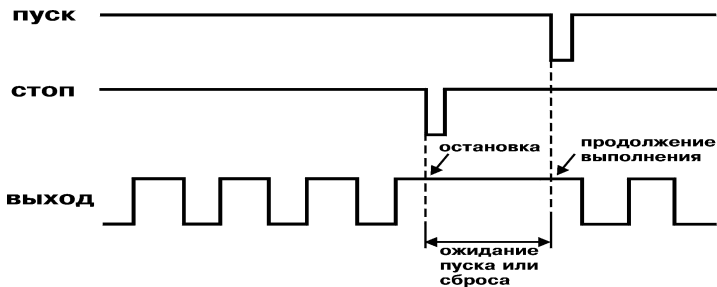

Рис. 7
3.1.3.3. Поступление сигнала «**Стоп**» останавливает выполнение программы. При этом выходное устройство остается в том состоянии, в котором оно было в момент прихода сигнала "Стоп". Выполнение программы продолжается после поступления сигнала «**Пуск**», если отсутствует активный уровень на входе «**Стоп**» (рис. 7).